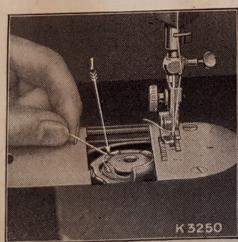

Fig. 7. Spolhylsans trädning.
Lägg spolen i spolhylsan och drag tråden ned i skärnan (1), som framgår av fig. 7.